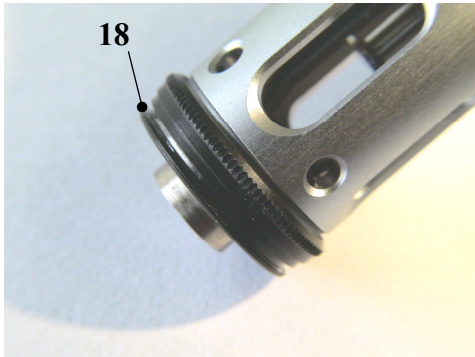

Abbildung 17
- Durch Drehen an der Spirale (26) kontrollieren dass die Zentrierbacken leichtgängig und gleichzeitig schliessen. Wenn nötig Vorgang wiederholen.
- Mutter (18) aufschrauben und festziehen Abbildung 17.